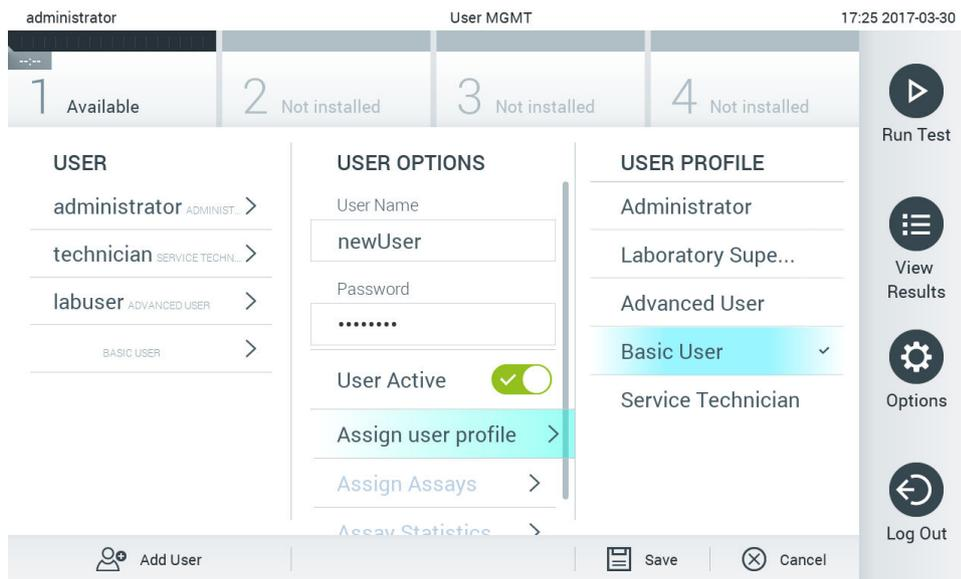

Abbildung 65. Zuweisen eines Benutzerprofils zu einem neuen Benutzer.
4. Drücken Sie auf Assign User Profile (Benutzerprofil zuweisen) und weisen Sie dem Benutzer das richtige Benutzerprofil zu (aus der Liste rechts im Inhaltsbereich) (Abbildung 65).